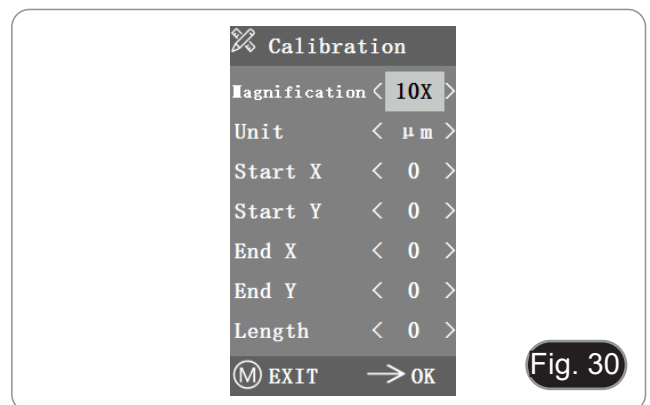

Fig. 30
3. Nach dem Aufrufen des Kalibrierungsmenüs erscheint das Dialogfeld in Fig. 30.